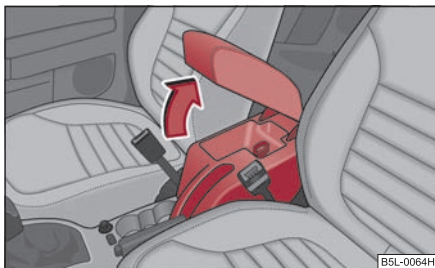

Fig. 128 Cotiera: Compartimentul de depozitare
- Deschideți capacul cotierei în sensul săgeții ⇒ fig. 128.